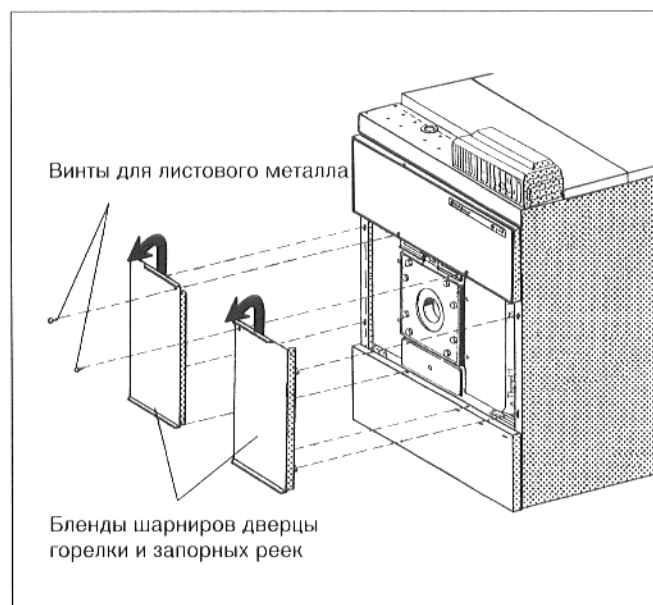

Рис. 57
- Вывинтить из бленд шарниров дверцы горелки и запорных реек винты для листового металла (рис. 57).